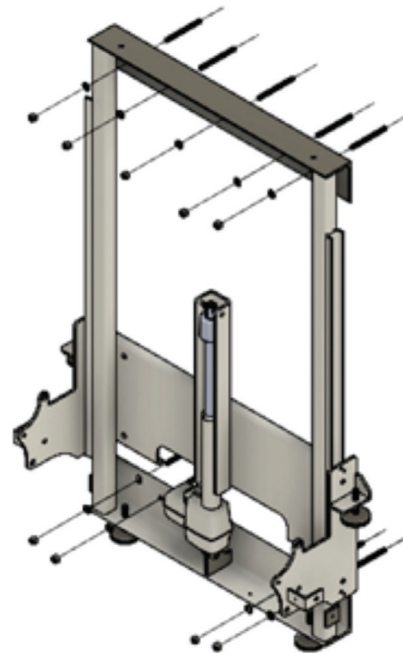

Figure 8 - Emplacements des trous de montage avec quincaillerie d'ancrage
5. Marquer les neuf (9) positions de trous de montage (voir la figure 8).